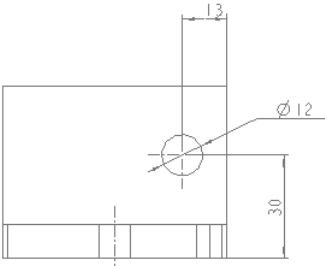

图 10.11.21 移动尺寸
Step4. 参照 Step2 的方法和步骤，将主视图中的尺寸 30、 $\varnothing 12$ 和俯视图上的尺寸 13 移动到左视图，结果如图 10.11.21 所示。